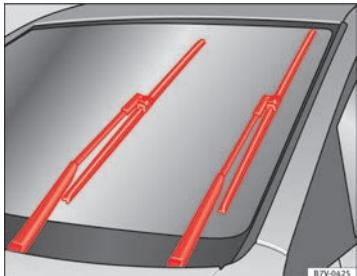

Fig. 129 Limpiaparabrisas en posición de servicio
- Conecte y desconecte el encendido y a continuación (antes de aprox. 9 seg.), desplace la palanca del limpiaparabrisas a la posición de barrido breve. Las escobillas se desplazan hasta la posición de servicio ⇒ fig. 129.